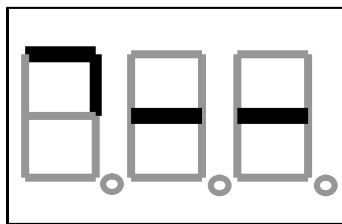

Рис. 6 Режим дозатора со снижением тока до 10%
- выходной ток снизится до 10% от установленного лимита тока (рис. 6);